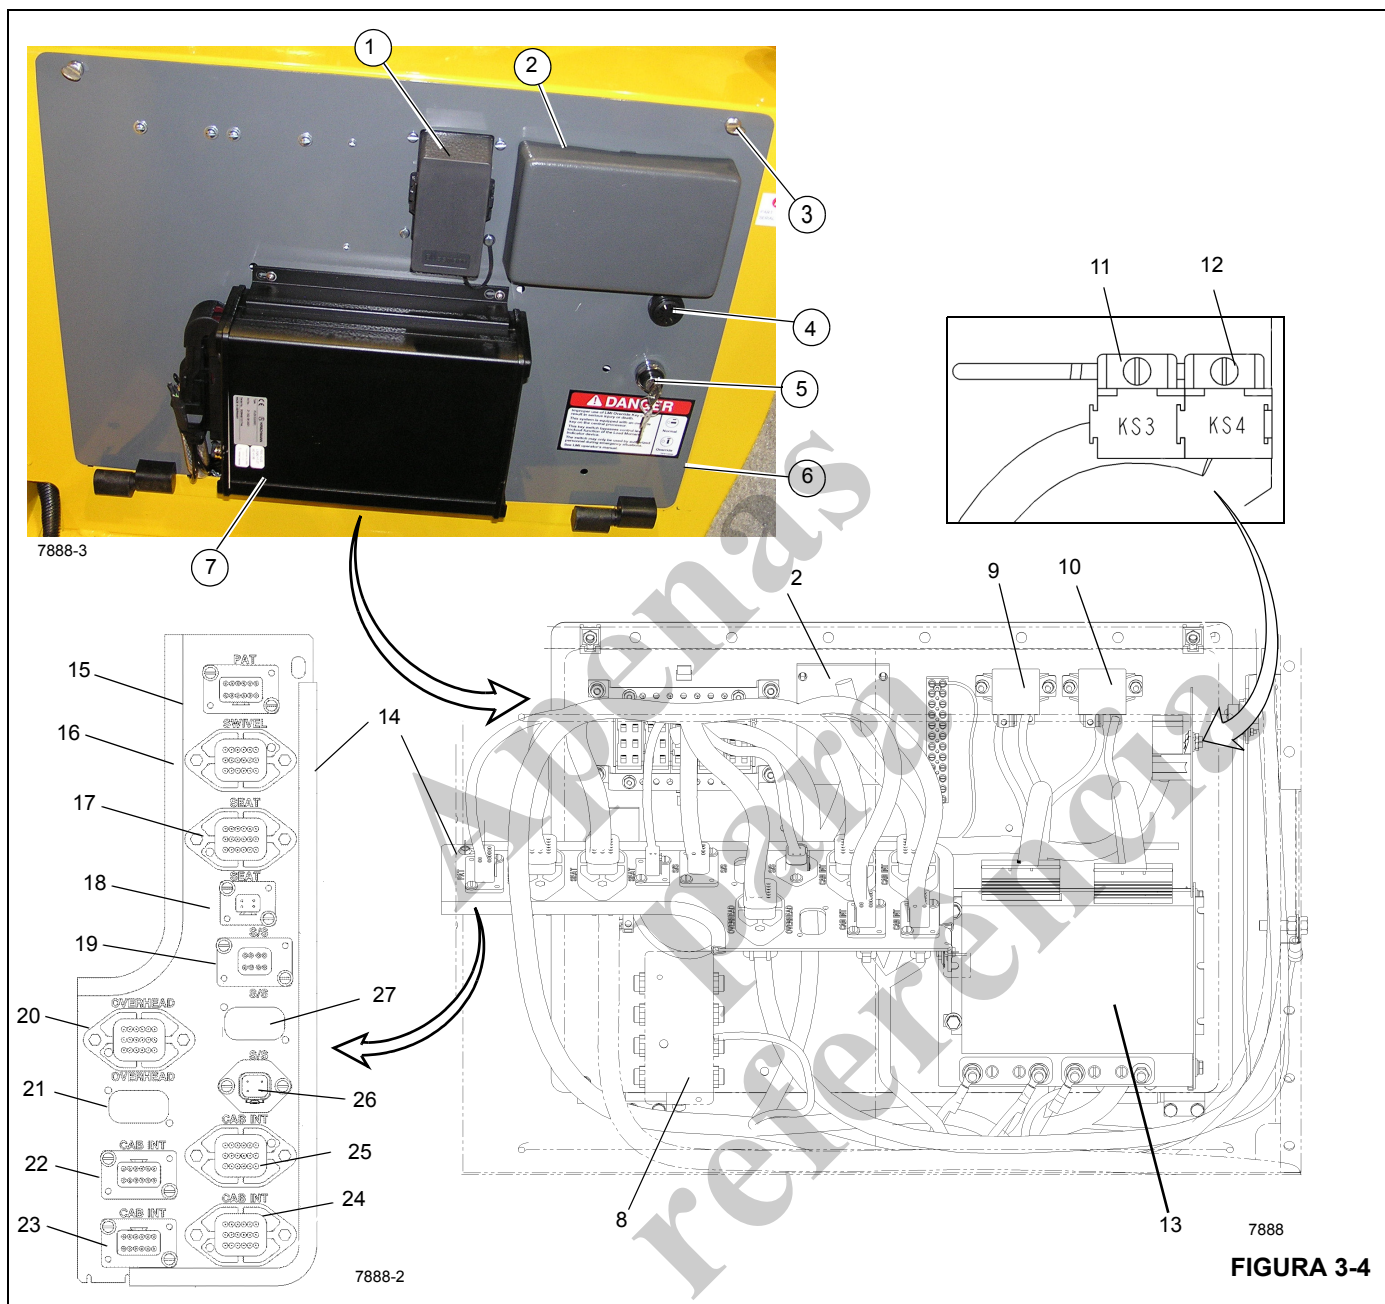

FIGURA 3-4
O painel elétrico da cabine (6) (Figura 3-4) contém os relés da cabine e da superestrutura, a caixa de fusíveis, o anteparo do conector do chicote elétrico, o módulo RCL, a chave de cancelamento do RCL e a campainha de alarme de pulso rápido. Ele está localizado dentro da cabine do guindaste, atrás do assento do operador. O acesso à parte traseira do painel é feito removendo-se os dois parafusos (3) (Figura 3-4) que prendem a tampa do painel.
Os dois relés dos acessórios (9, 10) (Figura 3-4) atrás do painel elétrico da cabine, controlam a alimentação dos fusíveis 9 a 20 na caixa de fusíveis. As bobinas dos relés dos acessórios são energizadas quando a chave de ignição está na posição de funcionamento ou ACC (acessório).
A caixa de fusíveis (2) (Figura 3-4) no painel elétrico da cabine contém vinte fusíveis. Os fusíveis 1 a 5 são energizados quando a bateria está conectada. Quando a bateria está conectada e a chave de ignição está na posição de funcionamento, os fusíveis 6 a 8 são energizados. Se a chave de ignição está na posição ACC, o fusível 8 será energizado enquanto os fusíveis 6 e 7 permanecem desenergizados. Os fusíveis 9 a 12 são energizados através do relé de ACC Nº 1 e os fusíveis 13 a 20 são energizados pelo relé de ACC Nº 2.
Números dos itens da Figura 3-4